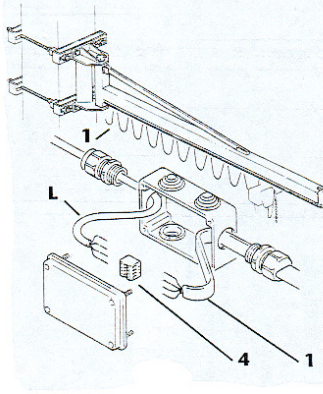

Fig.52
4. Branchez l'alimentation **1** aux bornes **4** de la boîte de dérivation fixée contre le mur ou un poteau (fig.52)